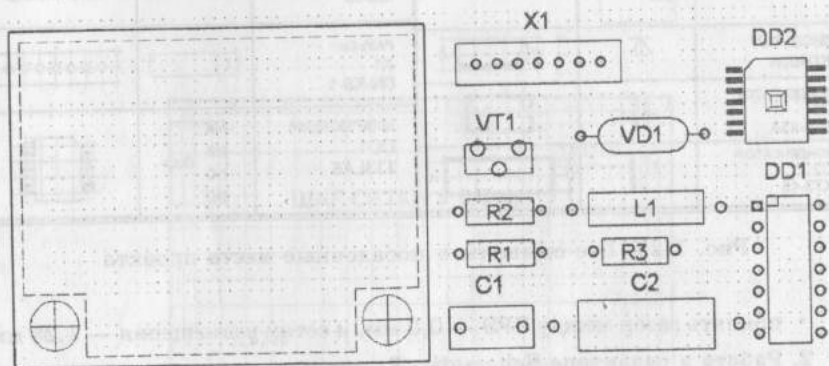

Рис. 1.30. Тестовый проект в рабочем поле редактора PCB
- командой Utils>Load Netlist... из папки проекта загрузить список соединений test.net, установив поле Netlist Format = P-CAD ASCII, если ошибок нет, то на экране появятся все ЭРЭ проекта (рис. 1.30).